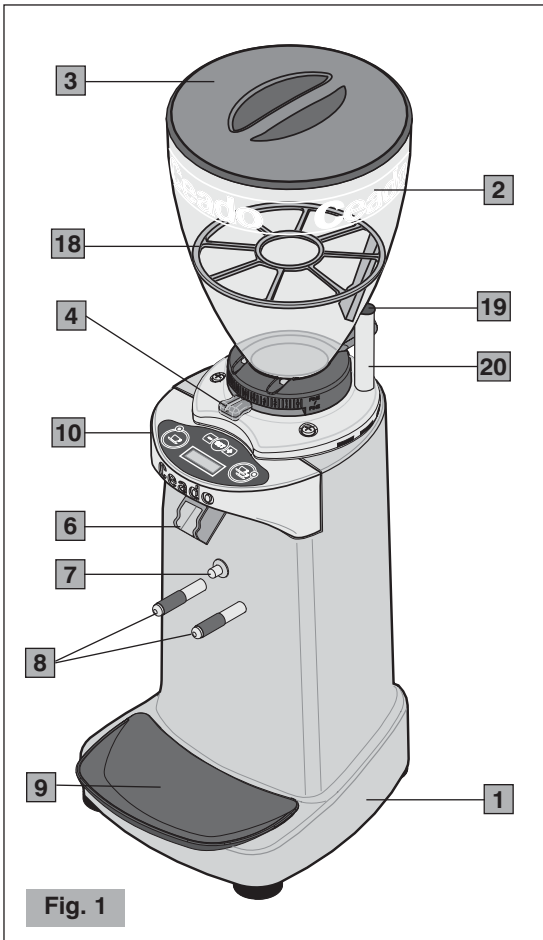
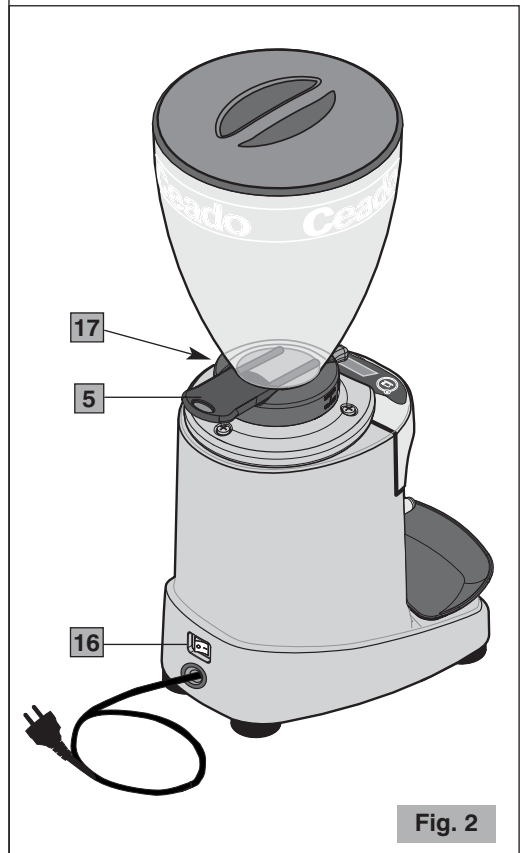
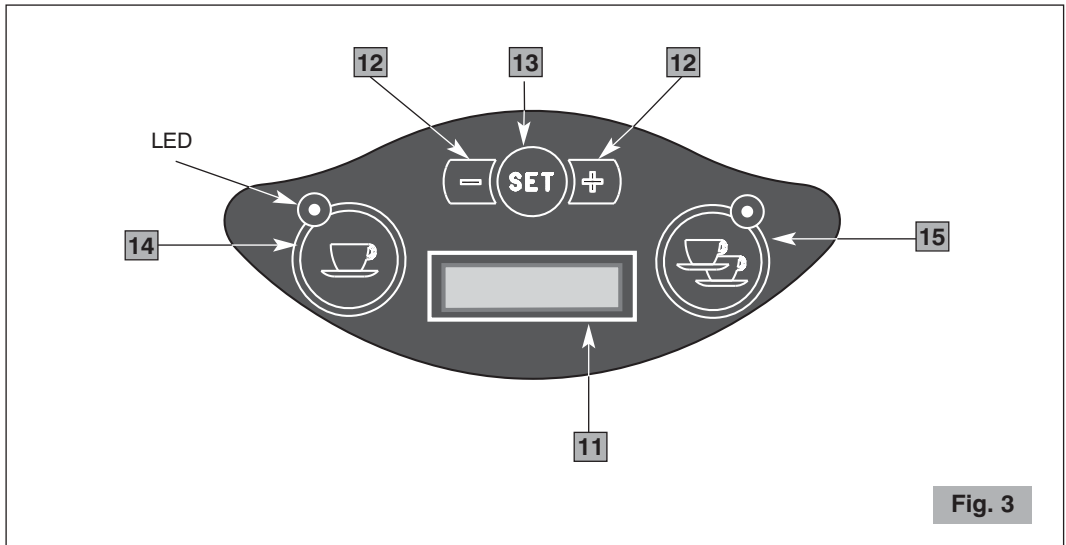

Fig. 1
Fig. 2
Fig. 3
Il macinacaffè per espresso modello E92 è dotato di una griglia di sicurezza rimovibile (18 Fig. 1) inserita all'interno della campana.
Prima di operare con il macinacaffè, inserire la griglia di sicurezza all'interno della campana caffè, nell'unica posizione che permetta di far combaciare il sensore magnetico (19 Fig. 1) della griglia con l'estremità dell'asta di sicurezza (20 Fig. 1).
Il motore si blocca.	<ul style="list-style-type: none"> <li>• Se a causa di una errata regolazione di macinatura o per la presenza di un corpo estraneo nelle macine dovesse bloccarsi il motore, provare ad allargare al massimo la granulometria manovrando in senso orario la leva apposita (4 Fig. 1). Se questo non fosse sufficiente, allora spegnere l'apparecchio, staccare la spina di alimentazione e rivolgersi a personale tecnicamente qualificato.</li> </ul>
### Main parts (Fig. 1, Fig. 2, Fig. 3)
Before connecting the plug to the power socket, make sure that the ON-OFF switch (16 Fig. 2) is in position "O" (OFF).
6. Make sure that the bean hopper is correctly positioned and that its shutter (5 Fig. 2) is completely open (to the last click).
- 2 Turn the ON-OFF switch (16 Fig. 2) to position "1".
- 4** When the appliance is READY, to start grinding press the start button (7 Fig. 1) with the filter holder and keep the filter holder in position until distribution is ended. During operation the respective LED flashes and the message *WORKING* appears on the display.
The degree of grinding may be further corrected by shifting the special lever (4 Fig. 1) at the base of the hopper (see Fig. 4).
To do this you can operate the shutter (5 Fig. 2) at the base of the hopper to stop or resume the dropping of the coffee beans into the grinding mechanism.